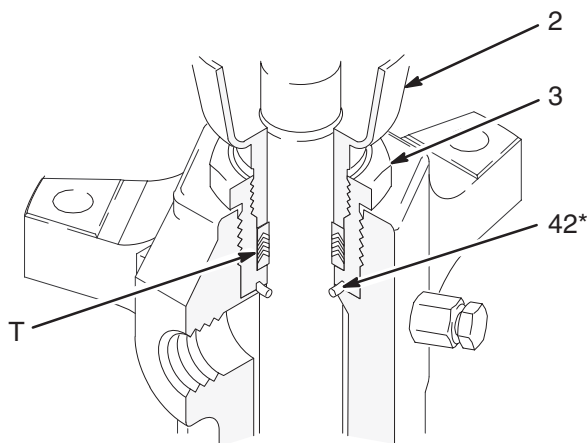

Fig. 10
- Utilizando la maza de goma, extraiga la base de varilla (1) y el vástago del pistón de cebado (18) del alojamiento de salida (9) y del cilindro (10). Inspeccione las superficies externas de las varillas en busca de daños, pasando un dedo sobre la superficie.
- Desenrosque la tuerca prensaestopas (2). Desenrosque el alojamiento de empaquetaduras (3) y extraiga la junta (42). Extraiga los casquillos y las empaquetaduras (T) del cuello de la base. Vea la Fig. 10.